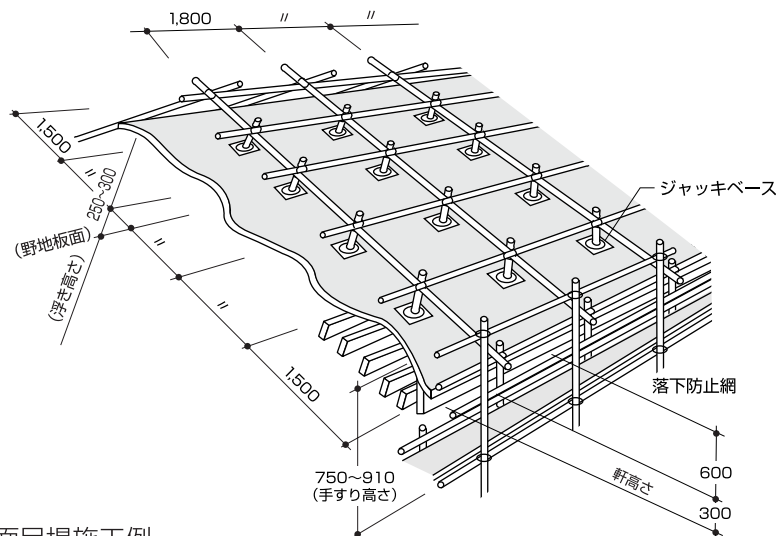

図1 急勾配屋根面足場施工例
- 急勾配屋根の場合、図1のように屋根足場が設置されているかを確認する。